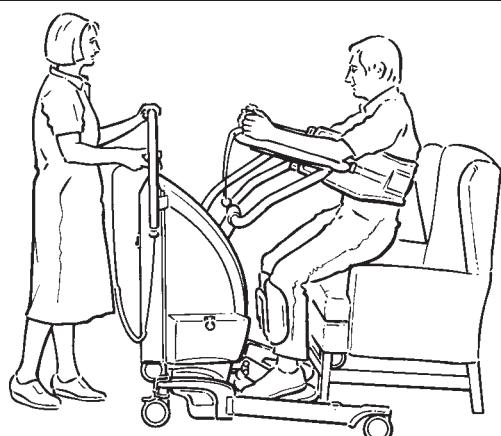

図 20
7. ハンドセットまたはデュアルコントロールパネルの上昇ボタンを操作して、移動、トイレなどの特定機能を実施する上で最適かつ快適な高さまで患者を持ち上げます。(図 20 参照)